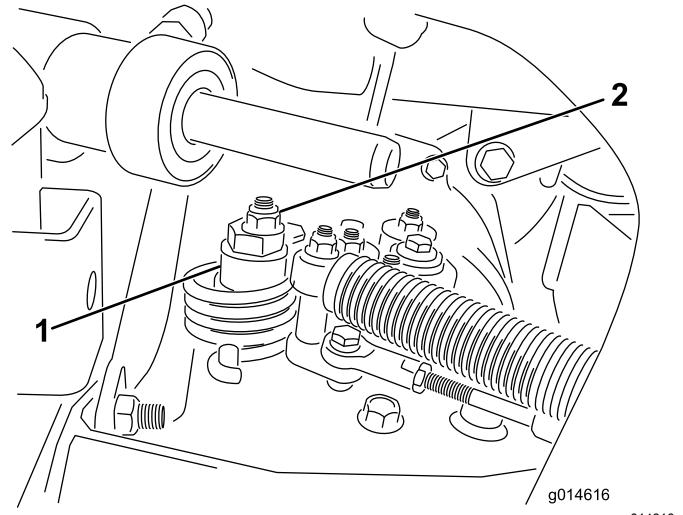

Figura 46
- A. Liberte a porca que fixa o disco excêntrico ao cimo do hidráulico (Figura 46).
- C. Rode o disco excêntrico até eliminar a deslocação em qualquer um dos sentidos. Quando a roda deixar de rodar, aperte a porca, bloqueando deste modo o disco excêntrico e fixando a posição de ajuste (Figura 46). Verifique se o ajuste é